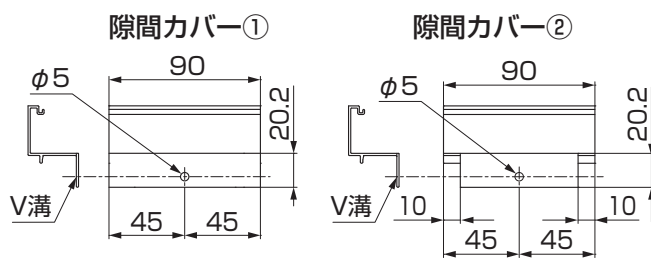

図4-13
- ①隙間カバーを90mmに2本切断してください。
- ②隙間カバー②を10mm切り欠き加工をしてください。
- ③隙間カバー①と②にφ5に穴加工をしてください。（図4-13・14参照）
- ④90角柱（中間用）を取付ける位置に隙間カバー①と②を、先に150角フレーム下に【23-1】で取付けてください。
- ⑤隙間カバーを取付けた部分に90角柱（中間用）を、150角フレームに取付けてください。